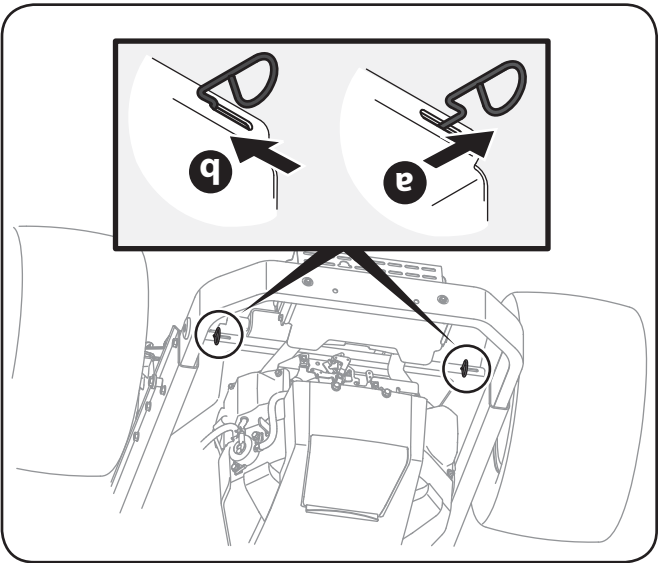

Figure 3-1
4. Embrayez les tiges de dérivation de la transmission de chaque côté du tracteur et roulez doucement le tracteur pour le dégager de la palette d'expédition. Ces tiges (une pour la transmission droite et gauche) se trouvent sur l'arrière du tracteur, sur l'intérieur de chaque roue arrière. Pour embrayer chaque tige de dérivation, tirez-la vers l'extérieur et vers la droite, puis laissez-la revenir pour qu'elle se bloque. Voir la Figure 3-1.
5. Débrayez les tiges en inversant a et b après avoir déplacé le tracteur. Voir la Figure 3-1